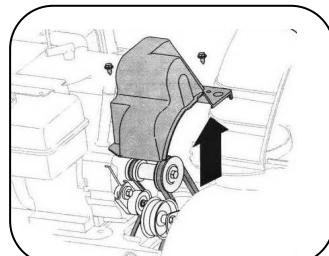

Рис.34
1. Снимите крышку ремня в передней части двигателя, удалив два самореза. См. рис. 34.